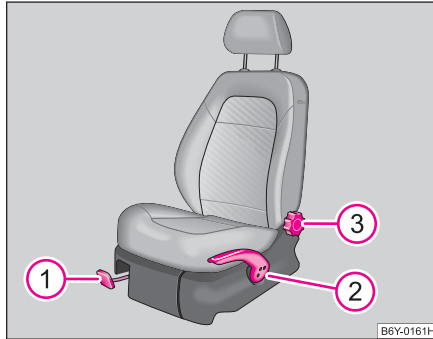

Abb. 46 Bedienelemente am Sitz
- Ziehen Sie den Hebel **1** ⇒ **Abb. 46** nach oben und schieben Sie dabei den Sitz in die gewünschte Position.